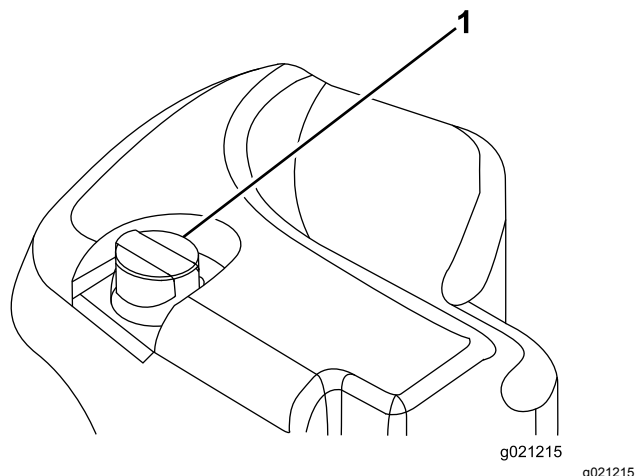

Figura 30
2. Limpie la zona alrededor del cuello de llenado y el tapón del depósito hidráulico (Figura 30). Retire el tapón del cuello de llenado.